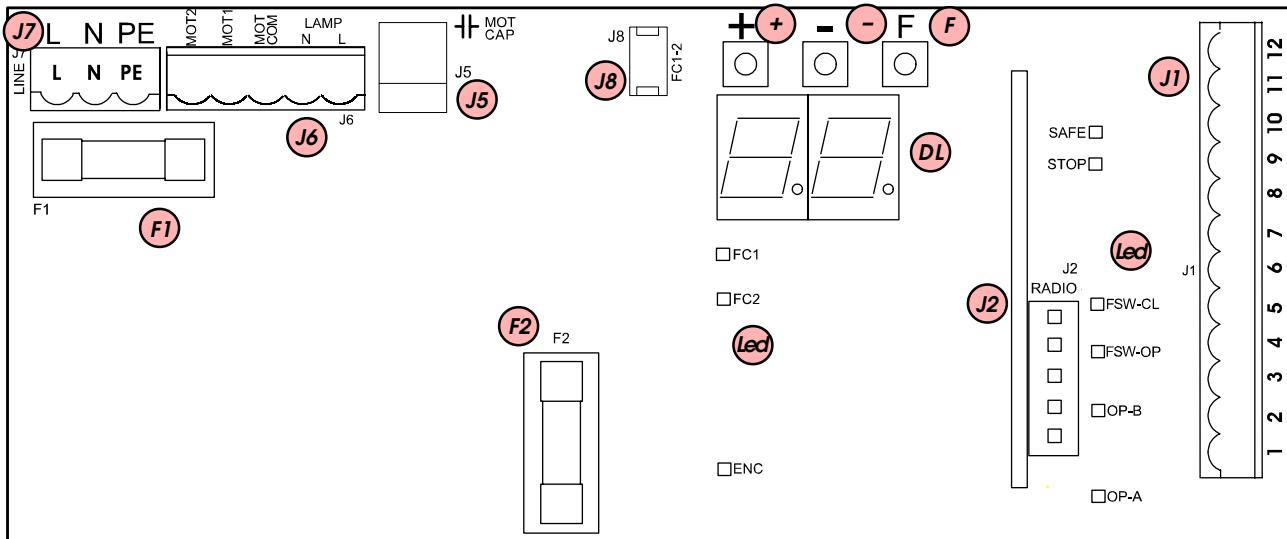

Fig. 22
- Sluit de aardkabel aan op de daarvoor bestemde klem op de connector J7 van de kaarten op de bus op de aandrijving (fig. 22 en 39).
Veiligheidszekeringen	2 (zie fig. 22 en par. 5.3)